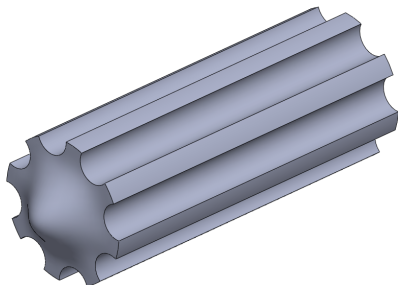

图 14-7 创建圆顶特征
(7) 单击【确定】按钮, 即可创建圆顶特征, 如图 14-7 所示。